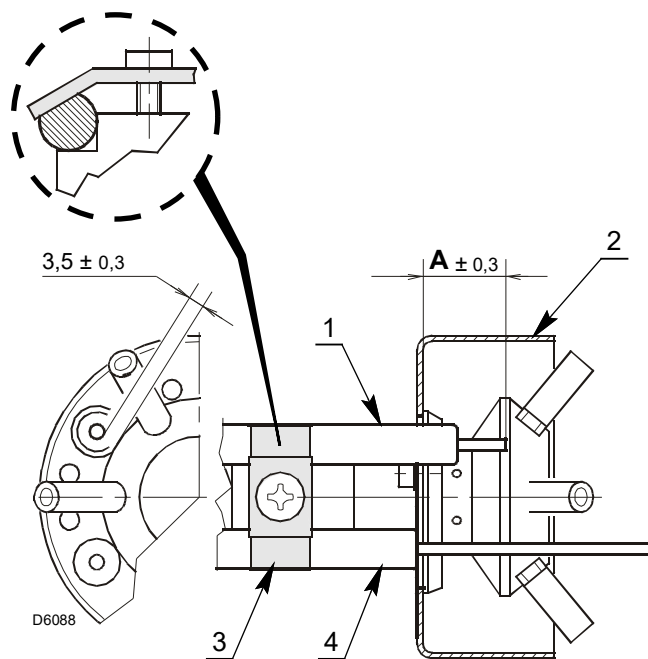

Рис. 15
- Убедитесь в том, чтобы пластинка 3)(Рис. 15) лежала на плоской поверхности электрода 1).